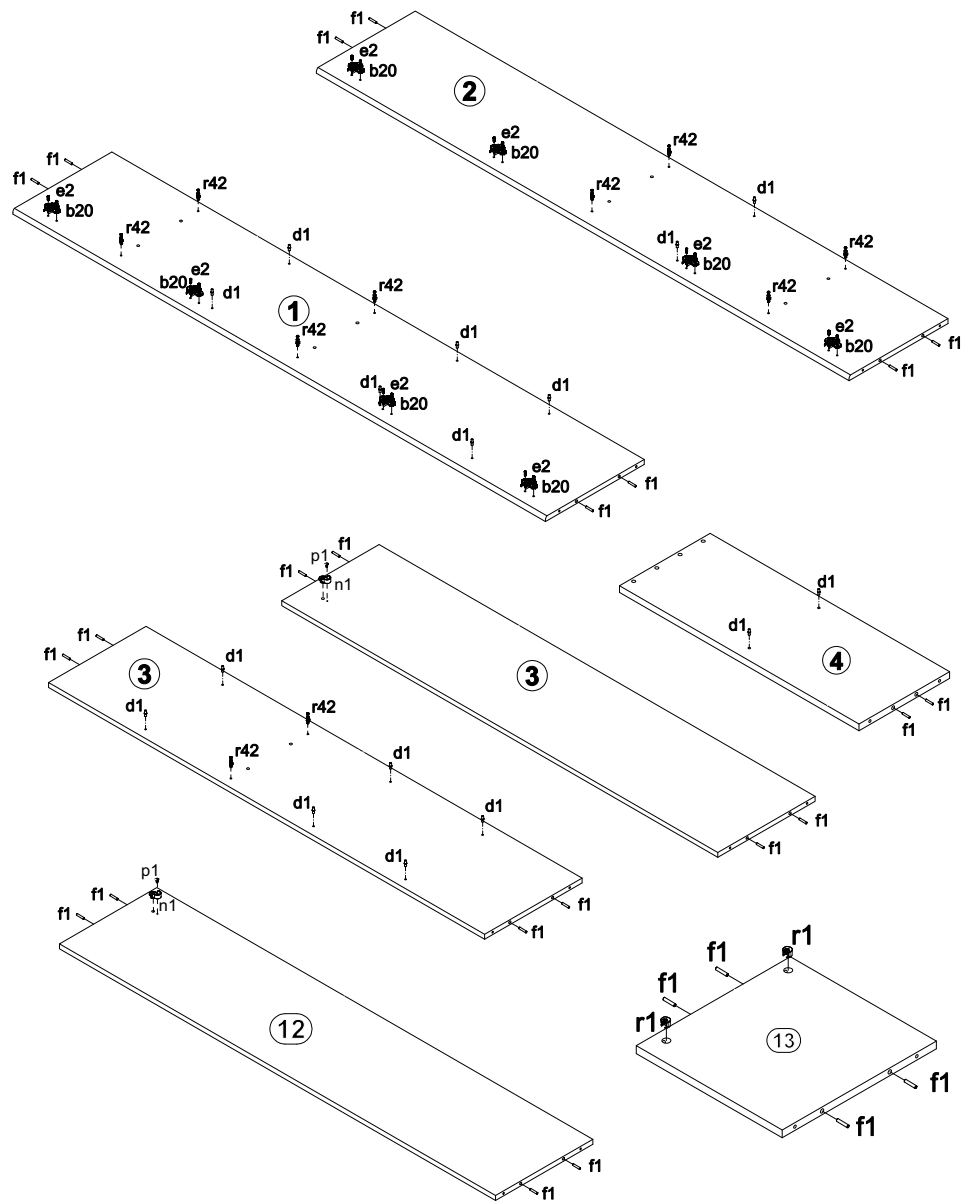

Рисунок 2
2. В отверстия $\varnothing 8$ мм на верхних и нижних кромках стенок боковых **1, 2**, стенок средних **3, 4**, щитах задних **12, 13** вбить деревянные шканты **f1** (см. рис. 2).
3. В отверстия $\varnothing 5$ мм на внутренних поверхностях стенок боковых **1, 2**, стенки средней **3** вкрутить винты стяжки **r42** (см. рис. 2).
4. В отверстия $\varnothing 5$ мм на внутренних поверхностях стенок боковых **1, 2** закрепить ответные планки петли **b20** еврошурпами **e2** (см. рис. 2).
5. В отверстия $\varnothing 8$ мм в стенке средней **3** и щите заднем **12** вставить штангодержатели **n1** и закрепить их шурпами **p1** (см. рис. 2).
6. В отверстия $\varnothing 5$ мм на внутренних поверхностях деталей **1, 2, 3, 4** вставить полкодержатели **d1** (см. рис. 2).
7. В отверстия $\varnothing 15$ мм в полках соединительных **7, 8, 10**, в щите заднем **13** вставить стяжки эксцентриковые **r1** (см. рис. 2, 3, 4).